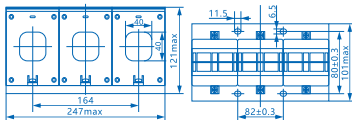

图4 NJBK2-800互感器外形及安装尺寸
5.3 NJBK2-800的互感器外形及安装尺寸:见图4; 产品重量约为1.3kg。